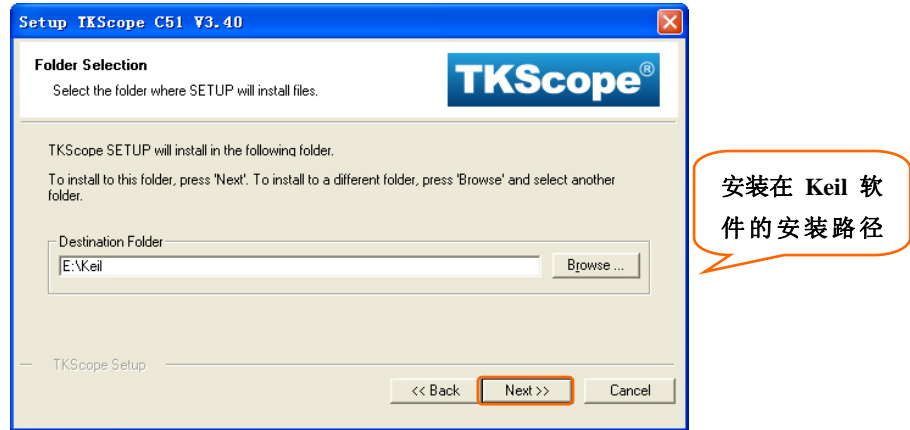
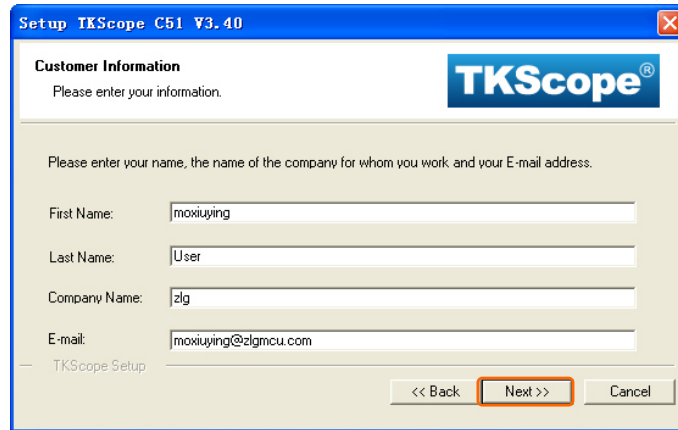
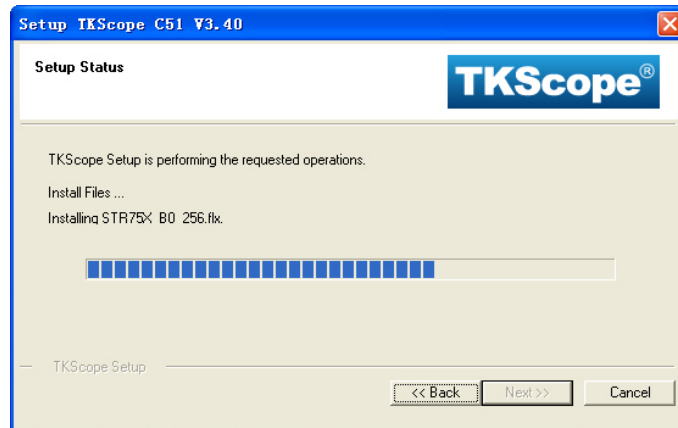

图 2.5 指定驱动安装路径
图 2.6 填写用户信息
图 2.7 驱动安装进度提示框
3. 此时，需要指定仿真器驱动程序的安装路径，如图 2.5 所示。**注意：驱动程序必须安装在 Keil 软件的安装路径下！**
4. 点击图 2.5 中【Next】选项，系统会弹出如图 2.6 所示的对话框。用户根据提示填写自己的信息。
5. 点击图 2.6 中【Next】选项，即可开始仿真器驱动的安装，安装过程如图 2.7 所示。